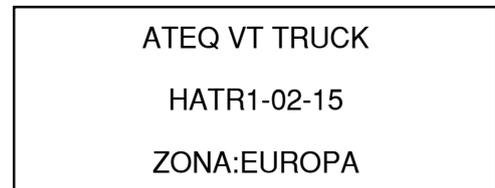

Fig. 1
- Se muestra la versión del software, así como el área de trabajo seleccionada. (Fig. 1).